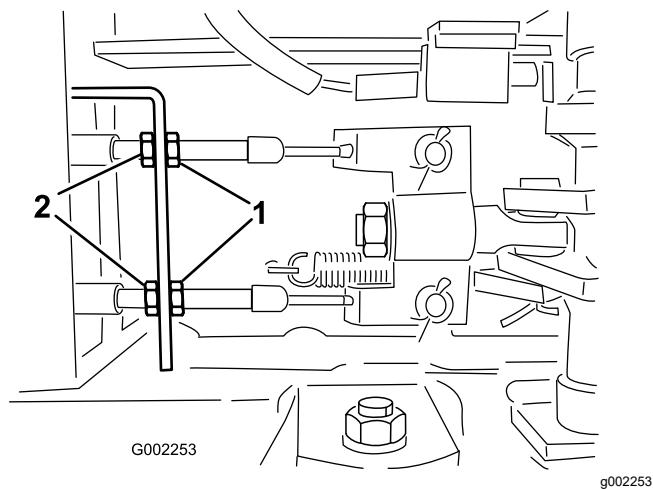

図 102
5. ブレーキケーブルの車両前端側にある前ジャムナットをゆるめる (図 102)。
6. 後ナットを均等に締めて、ブレーキペダルの遊びを 10-20 mm に調整する (図 102)。